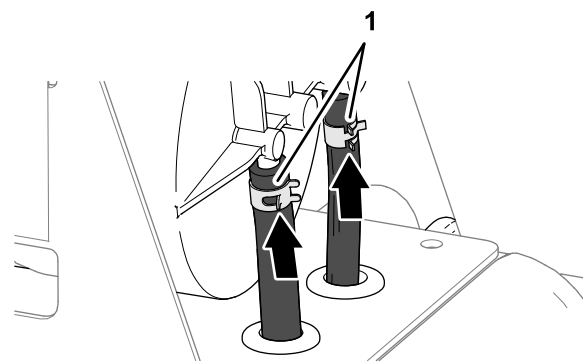

**Figura 121**
1. Fixez le couvercle sur le réservoir (Figura 121) à l'aide des 4 vis (n° 10 x 3/4") retirées à l'opération 2 de Dépose du couvercle de la pompe à carburant (página 75).